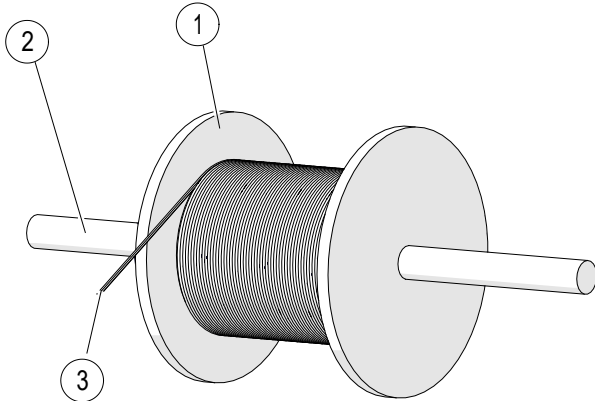

图 6: 盘好的电热丝 (带悬架)
→ 通过一根现场施工轴，将带有电热丝线盘的线轴悬挂 (2) 在电热丝馈入点附近 (见图 6)。